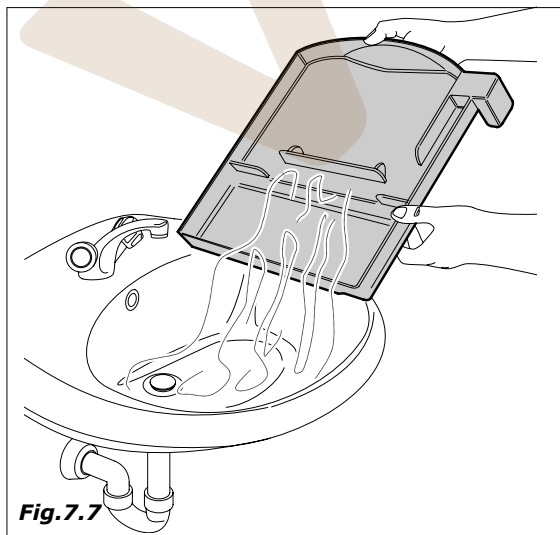

Fig. 7.7
- sacar el cubo de residuos para limpiarlo o sustituirlo (Fig.7.7)